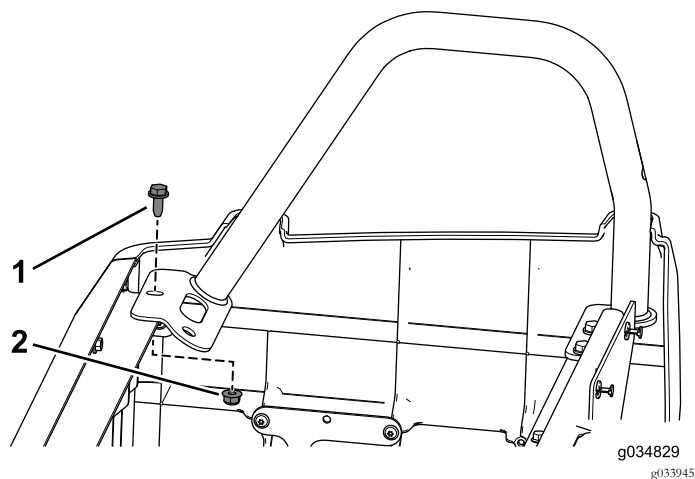

图90
11. 使用之前卸下的凸缘螺栓 3/16 x 3/4 英寸和凸缘螺母将右后臀部固定管固定到座椅底座组件上 图90。